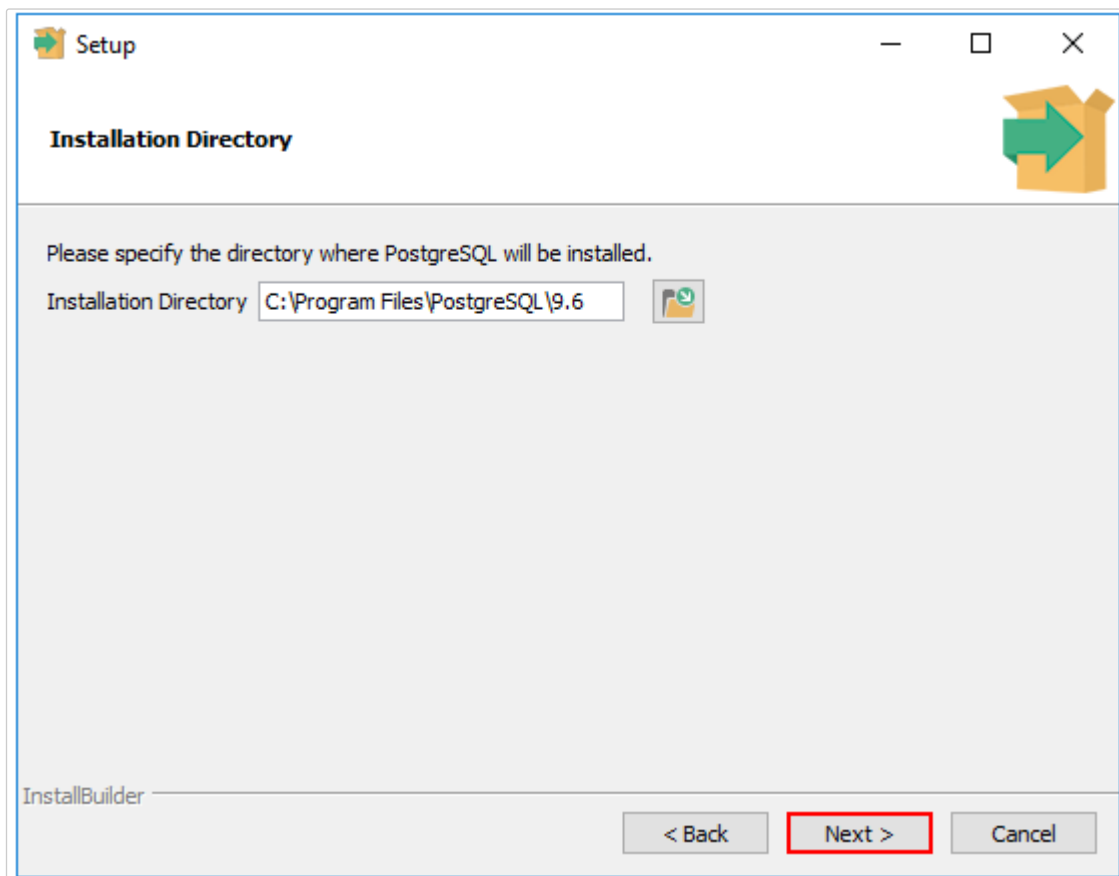

Рисунок 2. Выбор директории установки
- 2) На странице *Installation Directory* указать директорию, в которую будет установлена СУБД PostgreSQL (см. рисунок 2).